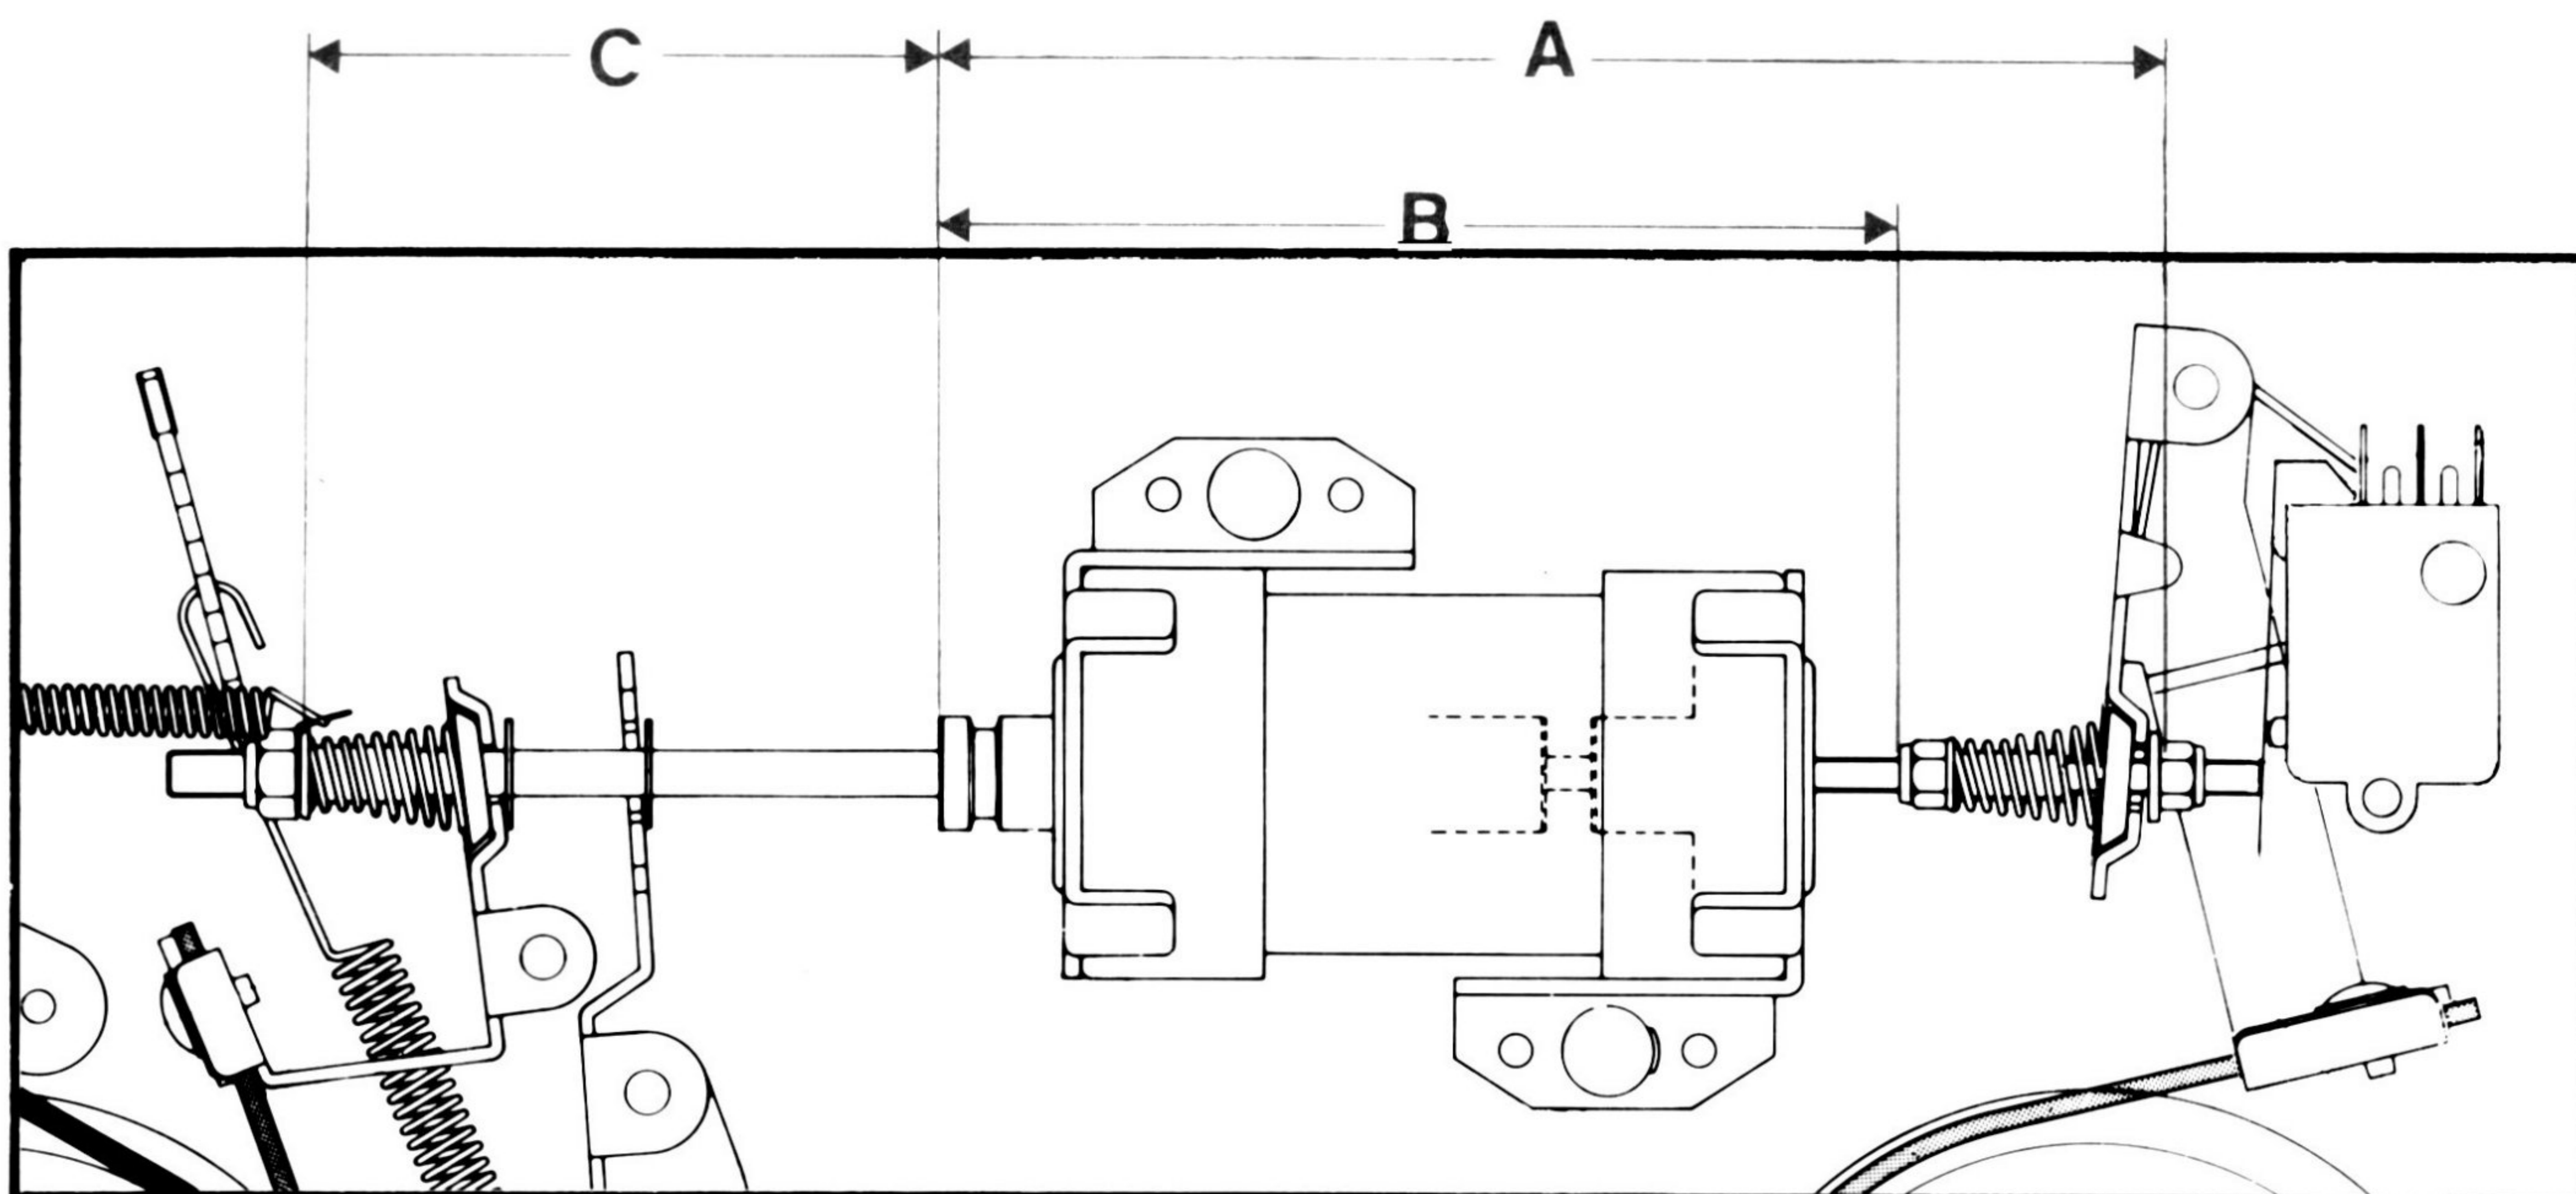

Fig. 3.2 The brake solenoid
3.2 SOLENOIDS BRAKE SOLENOID, SEE FIGURE 3.2